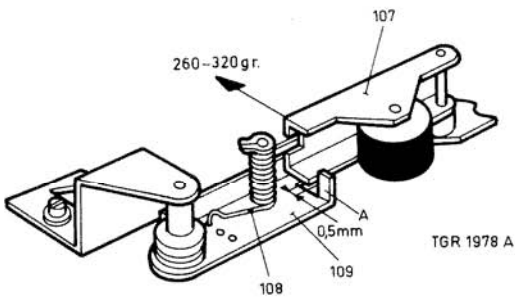

Fig. 14
Controle van de aandrukkracht van de drukrol pos. 107, zie fig. 14